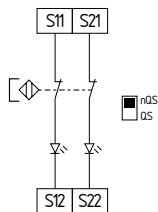

Fig. 14
**Commande à deux canaux d'interrupteurs magnétiques de sécurité selon EN 60947-5-3 (Fig. 14)**